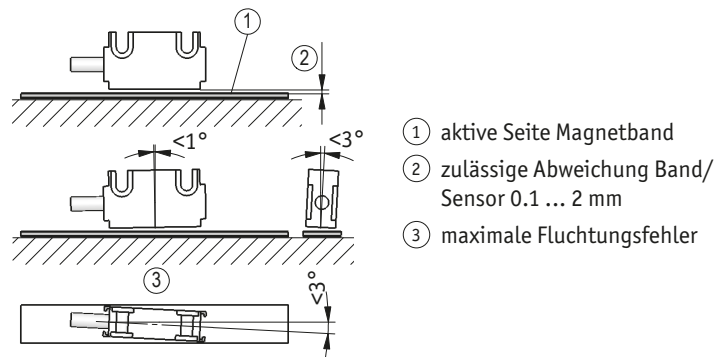
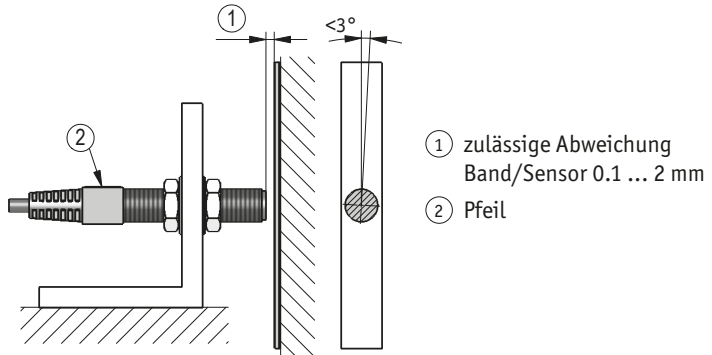

Abb. 6: Montage Sensor/Magnetband, Abstandsmaße, Toleranzen
Abb. 7: Montage Sensor/Magnetband, Abstandsmaße, Toleranzen
► Auf richtige Ausrichtung des Magnetsensors achten, damit die optimale Abtastung gewährleistet ist (siehe Abb. 6, Abb. 7).